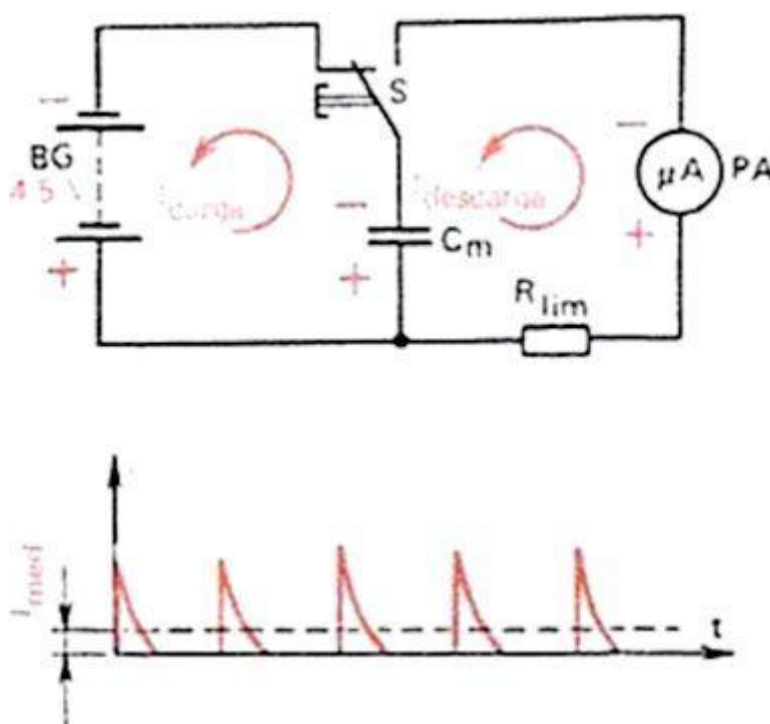

Figura 190. Experimento ilustrativo del principio de funcionamiento del frecuencímetro de condensadores
Para comprender esto, haz este experimento. Conecta según el esquema de la Figura 190 una batería 13361Л (BG), un condensador patrón de papel C_p de 0,5 a 1 μF , un microamperímetro PA para corriente de 100 a 300 μA , por ejemplo, el microamperímetro del aparato de medida combinado o del voltímetro de transistores, y un conmutador de botón S de tipo KM1-1. En serie con el microamperímetro conecta el resistor limitador R_1 , cuya resistencia debes calcular por la fórmula $R_1 = U_b / I_1$, en la que U_b es la tensión máxima de la batería que emplees en el experimento, e I_1 , la corriente de desviación total de la aguja del microamperímetro. El conmutador de botón S conéctalo de manera que sus contactos se encuentren en la posición que indica el esquema. En estas